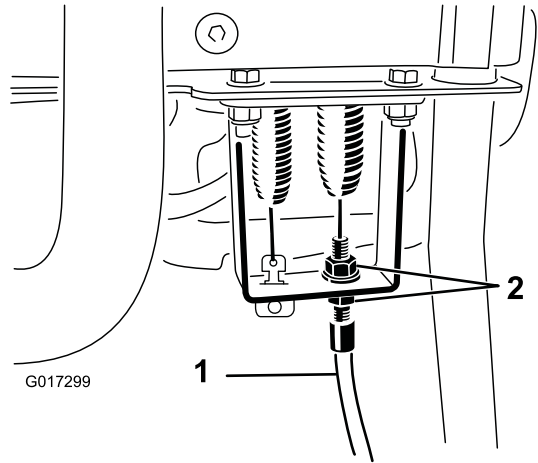

图52
4. 在控制手柄隔板上放松滚刀控制装置拉线直至拉线松弛 (图52)。